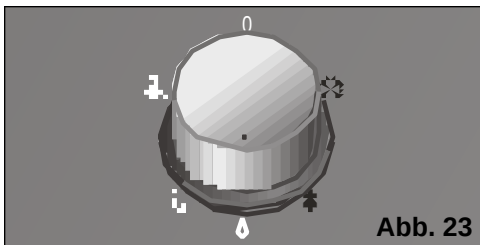

Abb. 23
- ☐ Stellen Sie am Funktionswahlschalter den Entfeuchtungsbetrieb ein, **Abb. 23**.